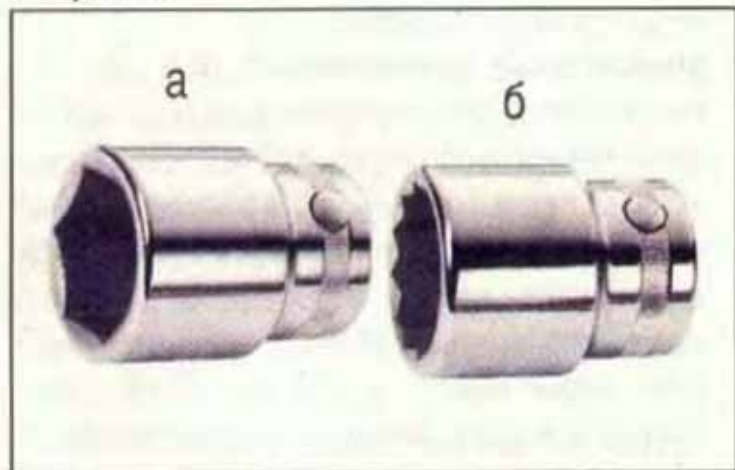

Рис.3. Торцевые головки: а — шестигранная; б — двенадцатигранная.
**Торцевые головки** (рис. 3) – насадки, которые надеваются на крепеж со стороны своего торца и имеют квадратный (очень редко шестигранный) соединительный профиль. Отличаются наибольшей точностью исполнения размеров и могут передавать наиболее значительные рабочие усилия.